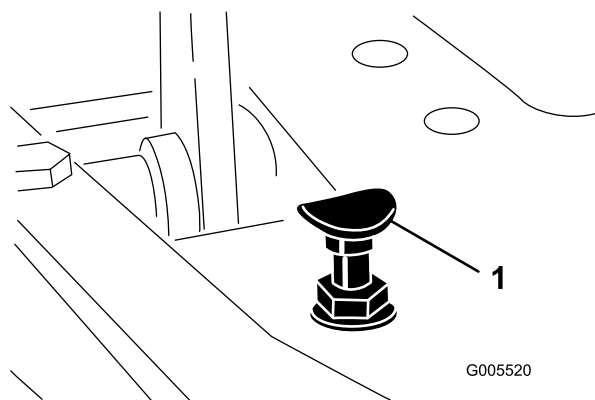

Figura 42
Pentru a obine viteza maximă de transport, deplasai maneta de control al funcționării în poziția TRANSPORT i apăsai pedala de traciune. Dacă pedala intră în contact cu opritorul (Figura 42) înainte de a simi tensionare în cablu, efectuai următoarea procedură de reglare:
- Deplasai maneta de control al funcționării în poziția TRANSPORT i slăbii contrapiulia care fixează opritorul pedalei la placa de podea (Figura 42).